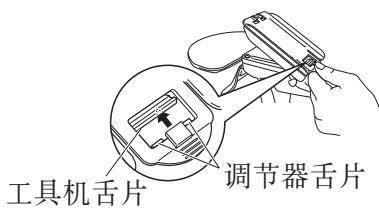

图 10
(1) 将工具翻过来，朝工具上的骨架方向推滑调节器舌片。(图 10)